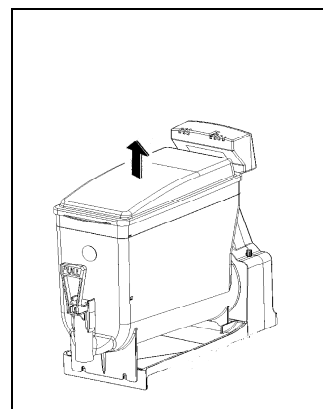

Fig. 18
- Retirer le sous-couvercle transparent (fig.18).